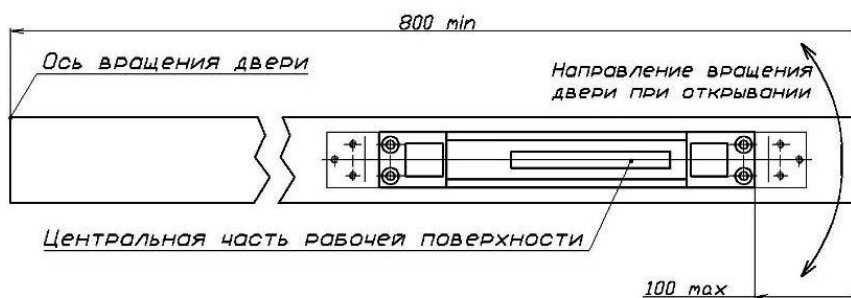

Рис.6
6.3 Корпусная часть замка и центральная часть рабочей поверхности корпусной части должны занимать в дверной коробке следующее положение относительно оси вращения двери (рисунок 6).